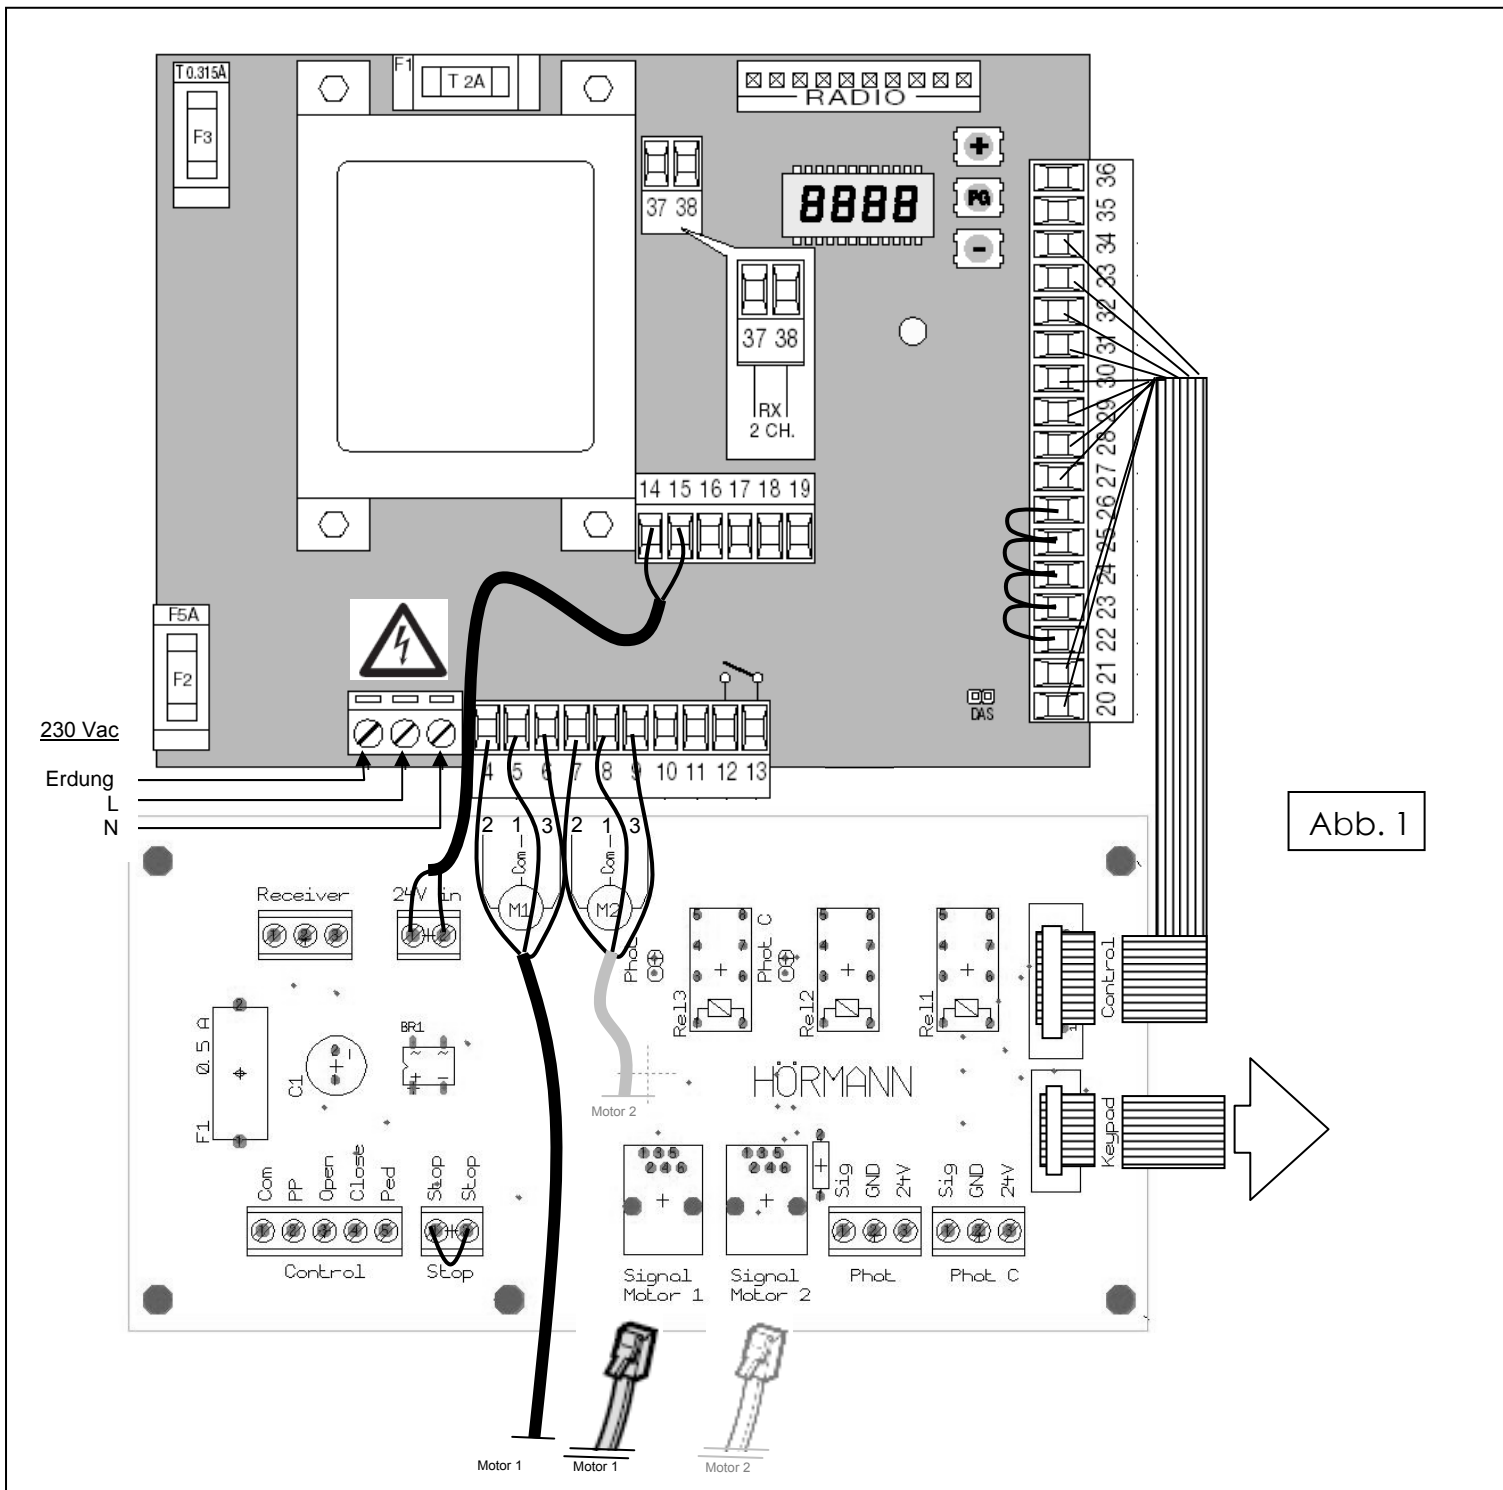

Abb. 1
- Anschluss „Versorgungsspannung“ und „Versorgung der Motoren“ (Abb. 1)
- Anschluss Signalkabel „Motor 1 / Motor 2“ (Abb. 1)
Verwenden Sie den Systemstecker zum Anschließen des Signalkabels pro Motor, entsprechend der Zeichnung in Abbildung 1.
- Anschluss Fotozellen „phot. / phot. C“ (Abb. 1)
- Anschluss Hörmann „Empfänger“ (Abb. 1)
Schließen Sie den Empfänger an die nächste Klemme an (beziehen Sie sich auf die betreffende Anleitung), beachten Sie die Polarität der Versorgungsspannung und des Kontakts entsprechend der Zeichnung in Abbildung 1. Stellen Sie anschließend den Sender entsprechend der jeweiligen Anleitung ein.
- **Anschluss externe Bedienung (Abb. 1)**
- **Anschluss externe Versorgung 24 Vac für Zubehör (Abb. 1)**